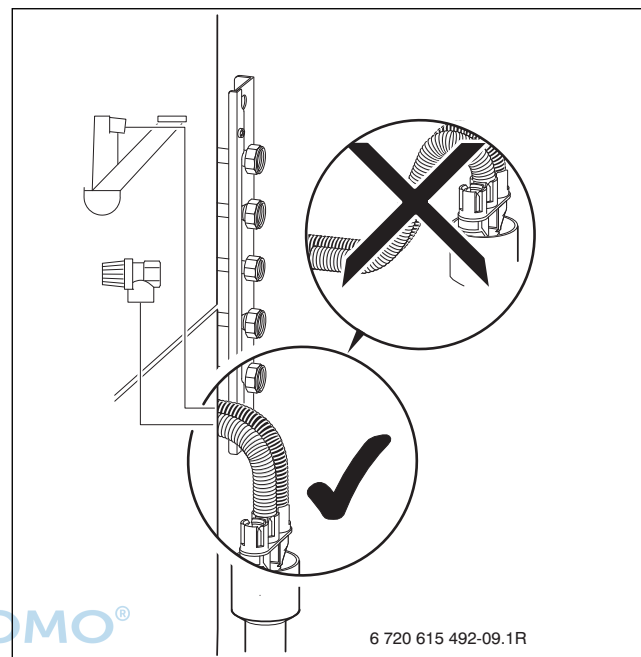

Bild 30
- Schlauch vom Sicherheitsventil an Ablaufgarnitur anschließen (→ Bild 30, Seite 31).